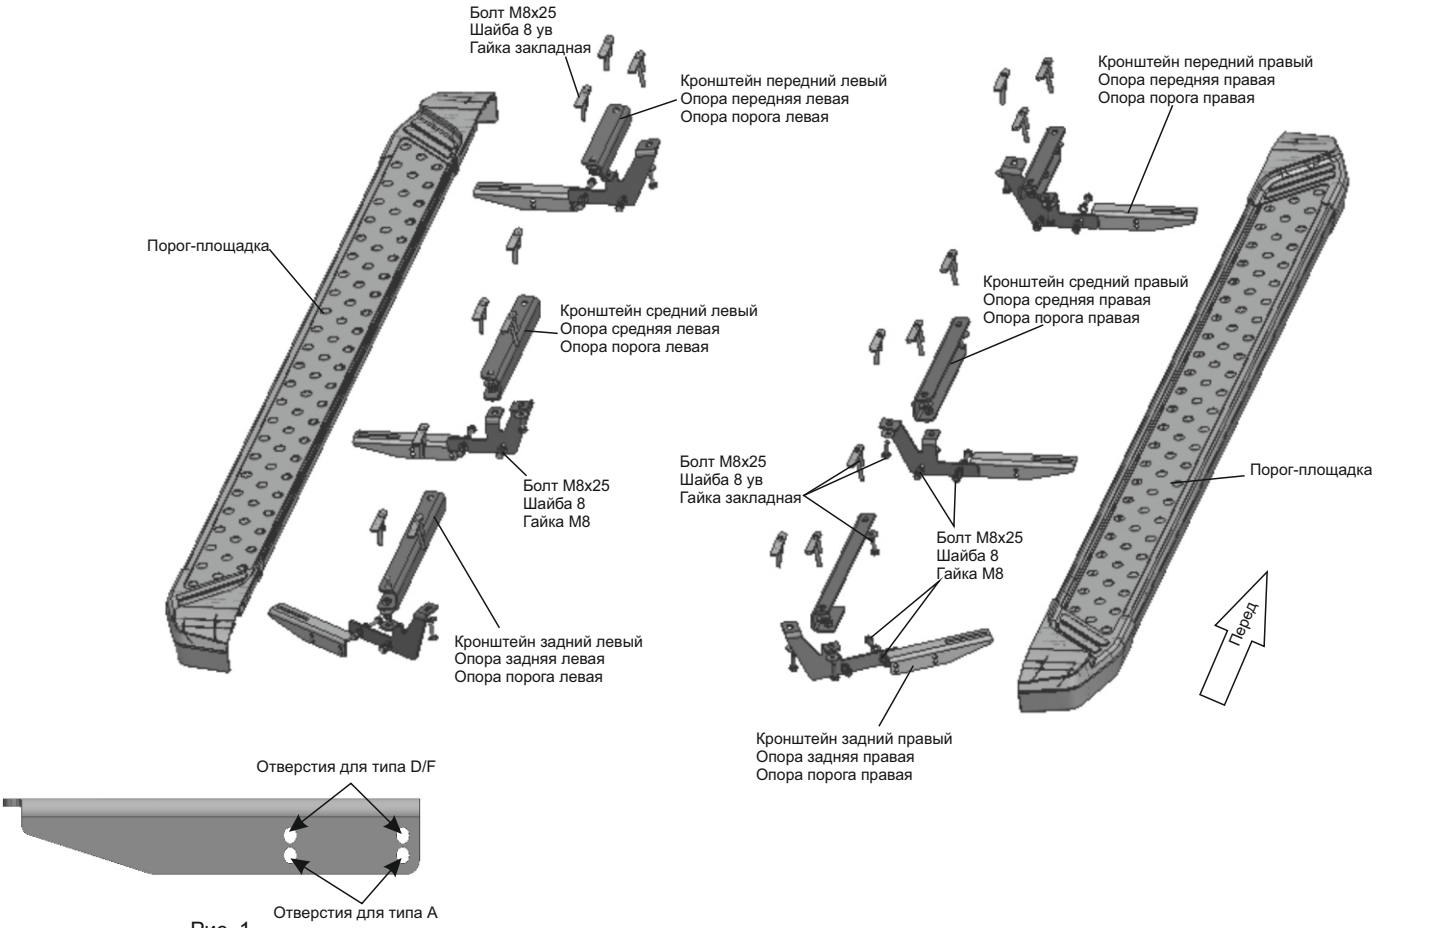

Рис. 1
5. Скрепить между собой опоры порога и кронштейны болтами M8x25 с шайбами 8 и гайками M8. (Рис.1, Рис. 8)